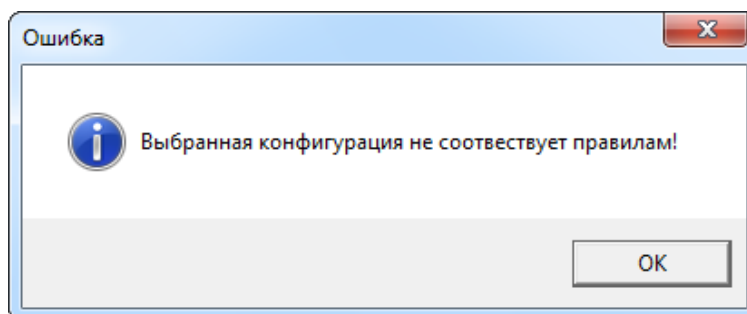

Рис. 13-82 – Конфигурация не соответствует правилам
14) При попытке выйти из редактора в случае невыполнения правил совместимости выдается информационное сообщение (рис. 13-82).